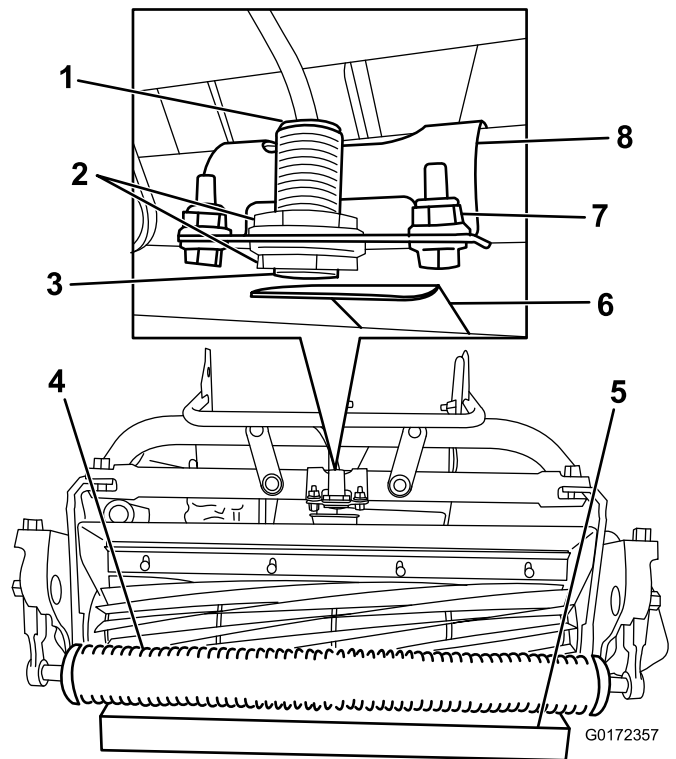

図 14
2. センサーについているジャムナットをゆるめて、ジャムナットの先端からねじ山が1山だけ見えるように調整する図 14。
4. カuttingユニットの前ローラの下に 3.8cm の角材を置く図 14。
5. センサーのブラケットをフレームに固定している締結具をゆるめる図 14。
8. センサー上部にあるランプが点灯するように、センサーのブラケットをターゲットプレートに向ける図 14。すでにランプが点灯している場合には、ランプが消えるまでブラケットを回し、それから元に戻してもう一度点灯させる。